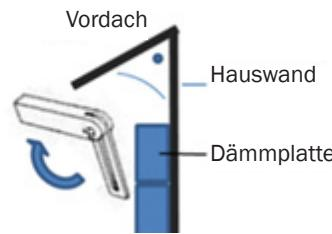

Abb. 6
- Gehrungswinkel mittels Messen oder Schmiege (Art.-Nr. 36 82 00) am Objekt abnehmen und auf horizontale Plattenseite übertragen (Abb. 6 + 7),
- Gehrungshilfe (27) nach vorne ausklappen, Platte auf Auflageschiene (6) stellen,
- Schneidebügel (3) nach rechts schwenken, bis die Gehrungshilfe (27) des Schneidbügels mit Markierung auf der Dämmplatte übereinstimmt. Feststellschrauben (15) oben und unten wieder festziehen.
- Zur späteren Wiederholung dieses Schnittes, führen Sie die Wiederholungsreiter (14) an den Eingesetzten Winkel. Nach Rückstellung des Schneidebügels bleibt der Winkel erhalten.